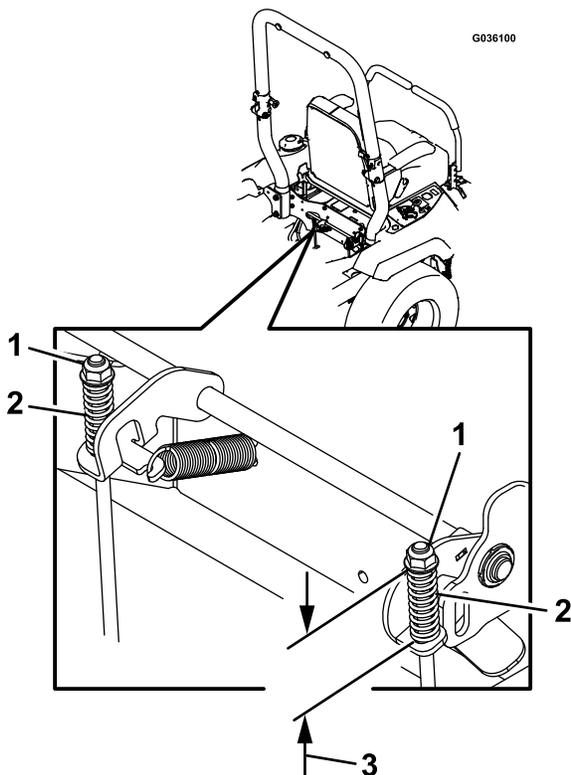

Figura 62
7. Compruebe la longitud de ambos muelles, según se muestra en Figura 62. Si es necesario ajustarlos, gire la tuerca superior en sentido horario para acortar el muelle y en sentido antihorario para alargarlo.